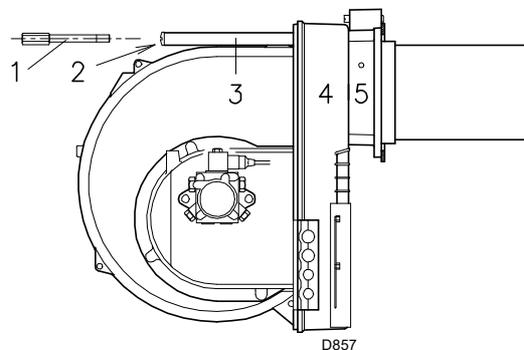

Fig. 14
- Por último, volver a montar el quemador 4)(Fig. 14) sobre las guías 3), desplazándolo hasta la brida 5), manteniéndolo ligeramente levantado para evitar que el disco estabilizador de llama tropiece con el tubo llama.
- quitar las tuercas 1)(Fig. 14) y el disco 2);